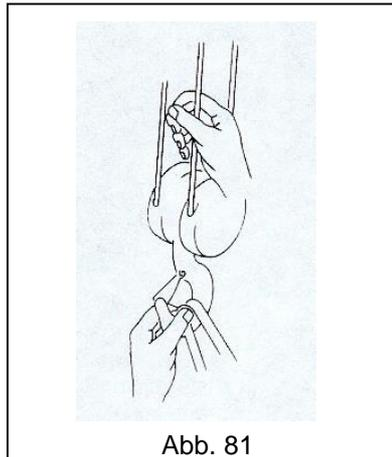

Abb. 81
- **NIEMALS** die Hände in sich bewegende Riemenscheiben, Seile oder Ketten einführen und niemals bei zu führenden Anschlagmitteln in den Gefahrenbereich greifen (Abb. 81).